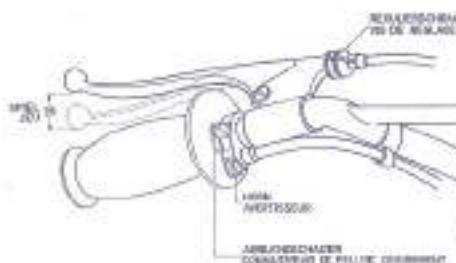

FIG.7
- 3.7.3. Die Geschwindigkeit ist durch Öffnen oder schliessen des Gasdrehgriffes zu regulieren (Siehe Fig.7).
- 3.7.3. La vitesse de la machine est à régler au moyen de la poignée des gaz (voir fig.7).